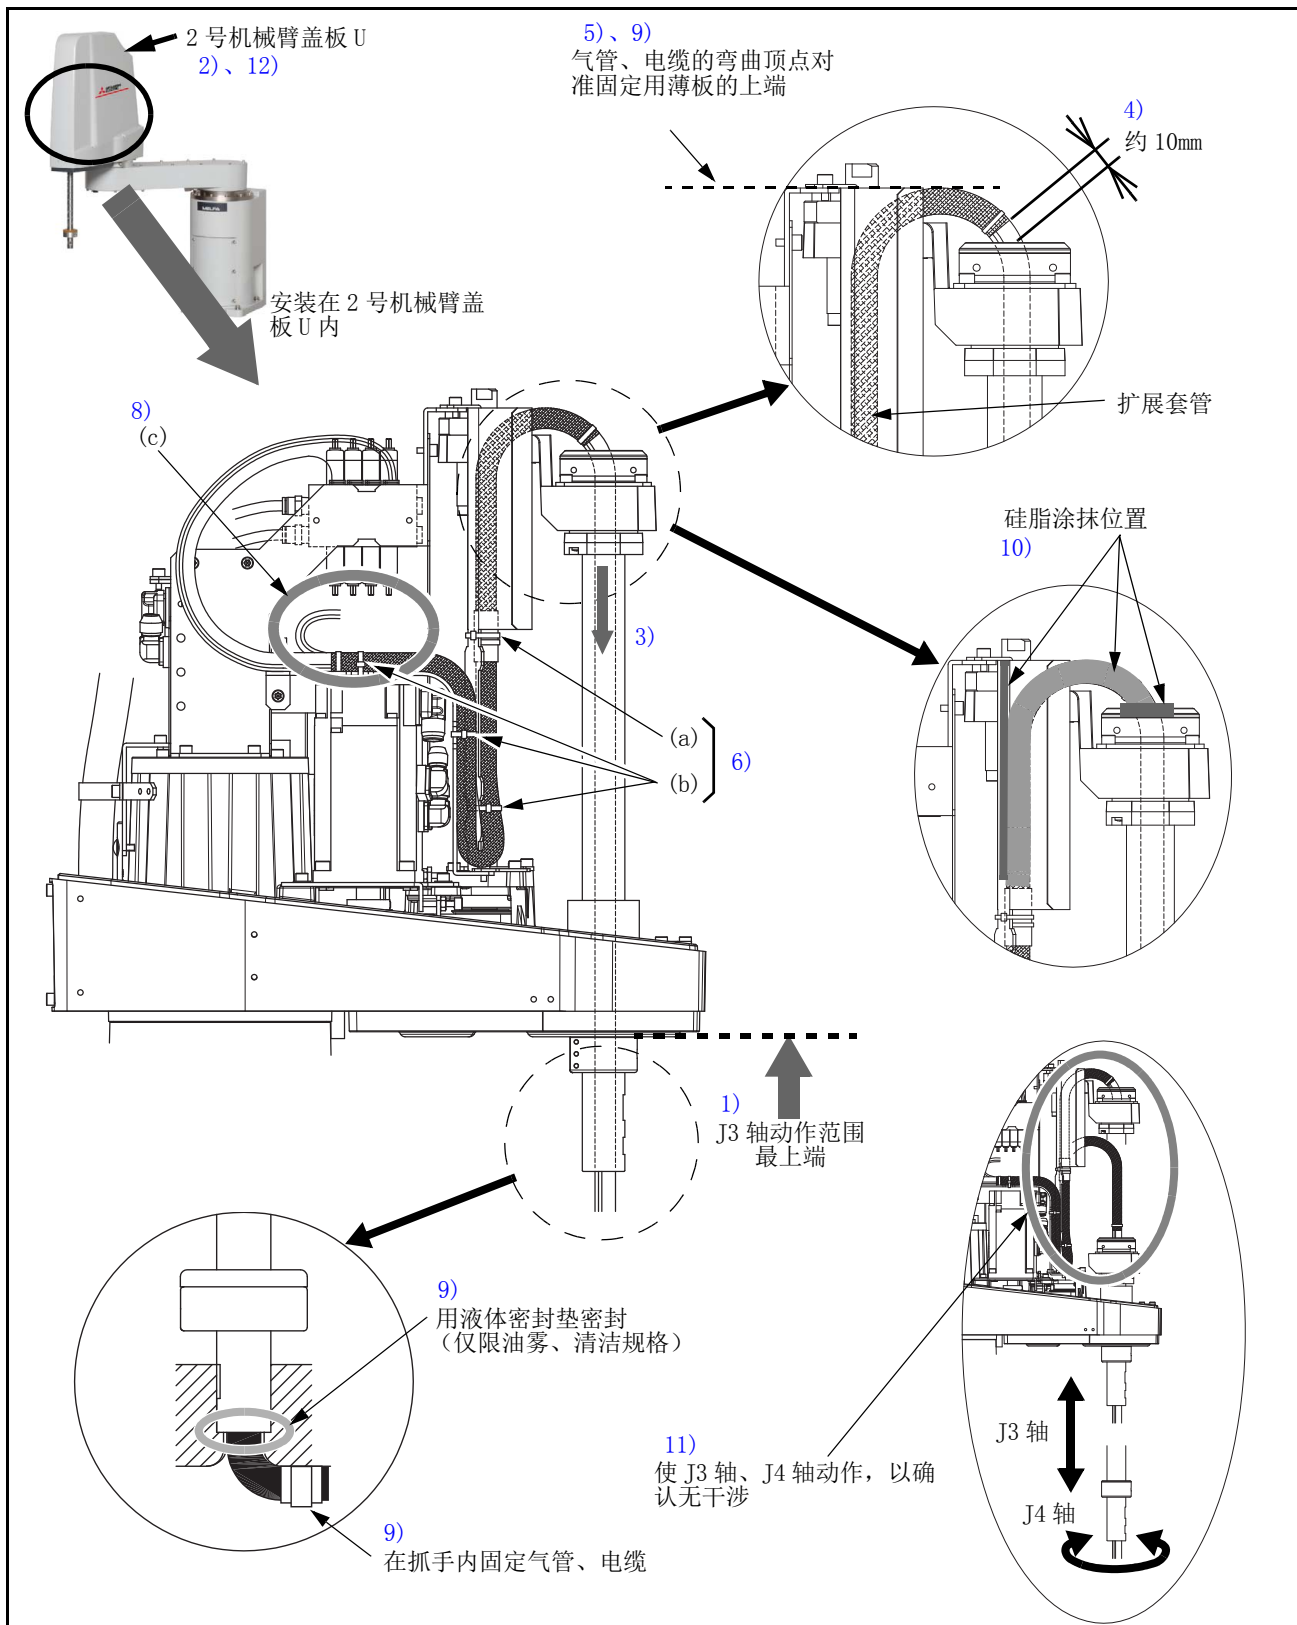

图 2-17: 气管、电缆的内置方法 (RH-6FRH 系列)
(5) RH-6FRH 系列
请参阅第 31 页的“(3) 安装步骤”，正确进行作业。图 2-17 中的编号 1) ~ 12) 对应“(3) 安装步骤”的编号。